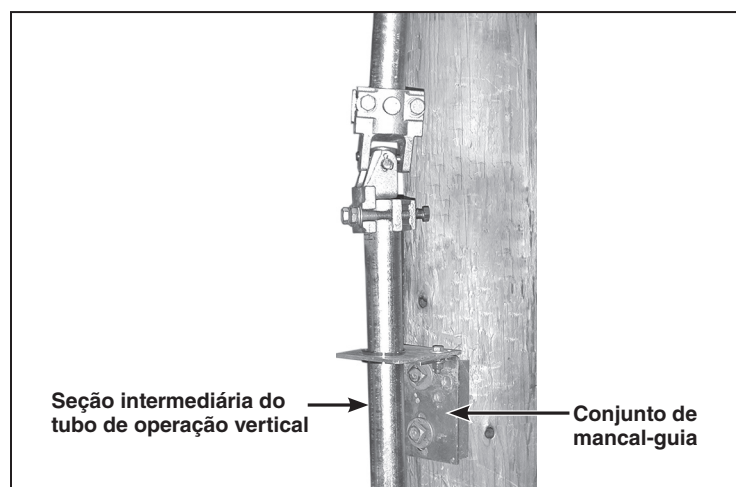

Figura 18. Instalação da seção intermediária do tubo de operação vertical.
PASSO 16. Deslize a próxima seção do tubo de operação vertical pelo conjunto do mancal-guia e insira-o na junta universal previamente acoplada ao lado inferior da seção superior do tubo de operação. Dê o aperto final nos parafusos de fixação e em seguida aperte o parafuso de ajuste perfurante, perfurando o tubo. Continue apertando até sentir uma resistência firme. Ver Figura 18.